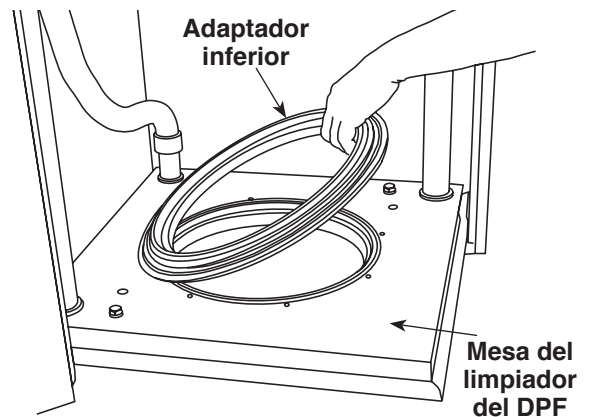

Figura 2
3. Verifique que la mesa del limpiador del DPF esté limpia. Coloque el adaptador inferior en la mesa con el borde de prueba del adaptador en el hueco de la mesa. La brida del adaptador debería estar sobre el anillo tórico en la mesa. Consulte la Figura 2.